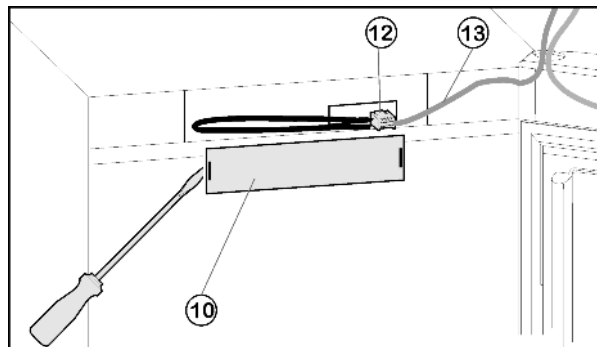

Fig. 4
- ▶ Přední krytku Fig. 4 (10) vytáhněte plochým šroubovákem.
- ▶ Kontakt vytáhněte a konektorové spojení Fig. 4 (12) rozpojte.
- ▶ Šedý kabel Fig. 4 (13) uvolněte z vedení.
- Konektorové spojení Fig. 4 (12) zase vytvořte.
- Kryt Fig. 4 (10) zase nasadíte.